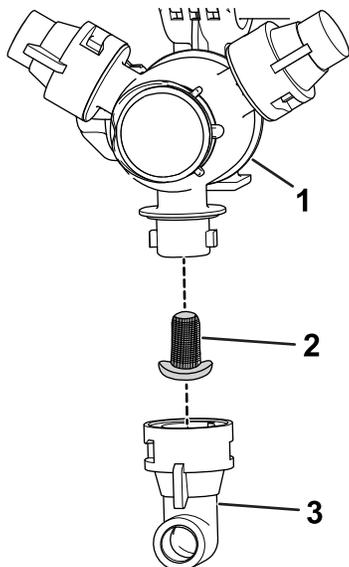

図 56
2. タレットからノズルを外す 図 56。
3. 古いノズルフィルタ 図 56を外す。
4. 新しいノズルフィルタを取り付ける 図 56。
5. タレットにノズルを取り付ける 図 56。